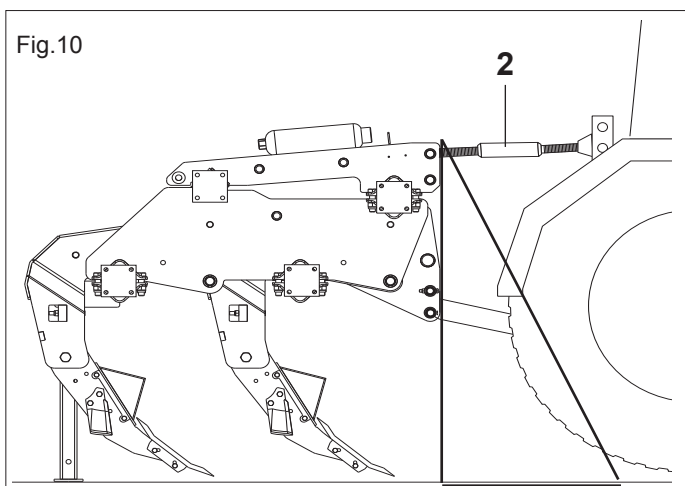

Fig.10
- 2) Cuplați al treilea punct superior (2 Fig.10), blocați știftul cu cleva prevăzută, iar prin intermediul tirantului de reglare (2 Fig.10) puneți utilajul în poziție perpendiculară pe teren.